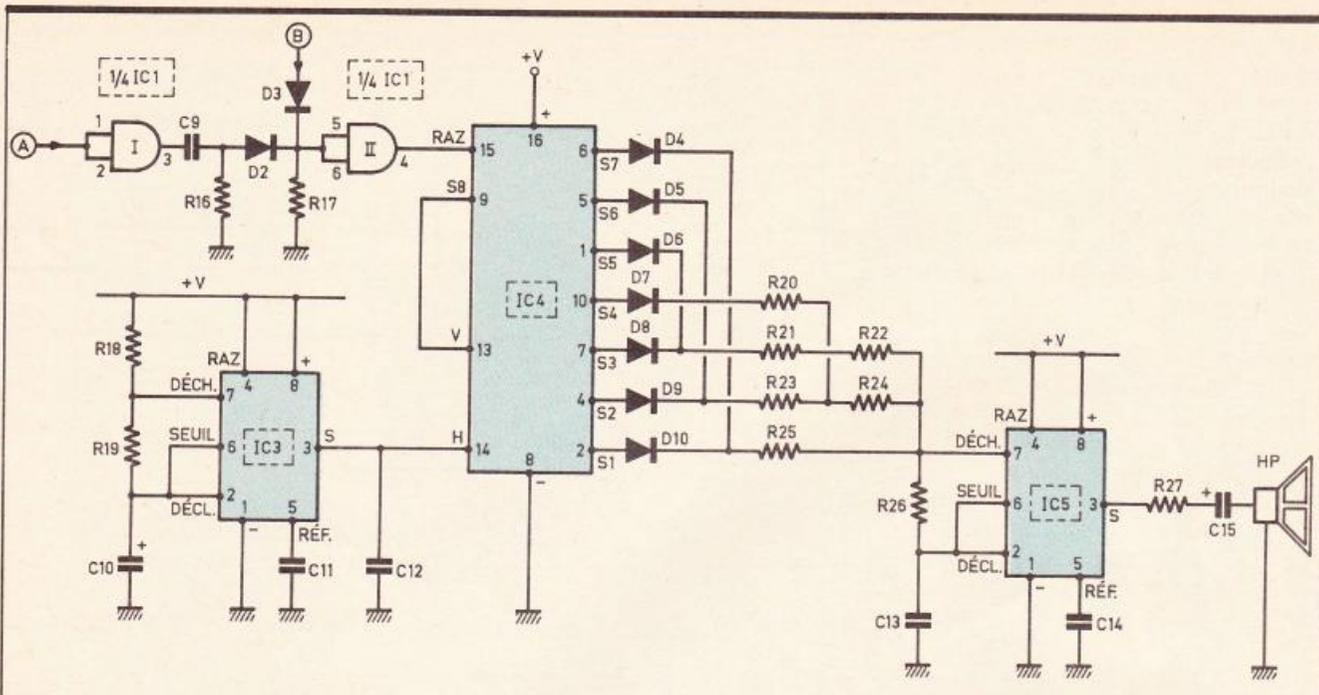

Fig. 3 Séquence musicale de sonorisation.
e) Séquenceur de sonorisation (fig. 3)
f) Génération des notes musicales (fig. 3)